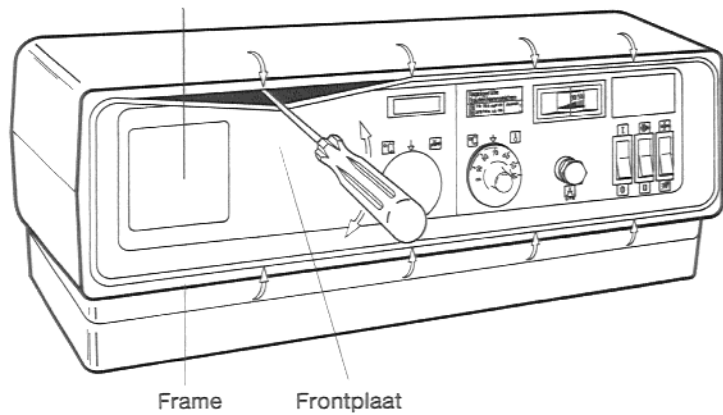

Fig. 2
2.1 Het frontplaatframe, door met een schroevendraaier op de met pijlen aangegeven punten te drukken (fig. 2) verwijderen.